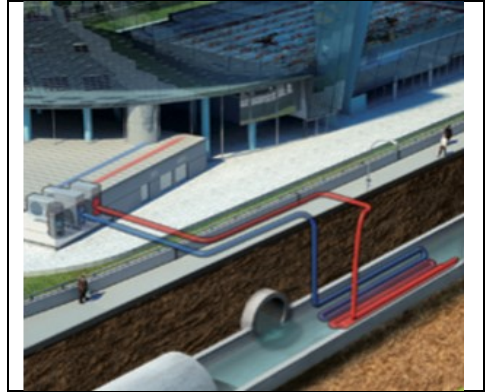

Figure 7
La caméra utilisée pour le match de hockey enregistre 24 images par seconde. Pour comprendre le mouvement du palet de hockey, et notamment retrouver sa vitesse de rotation au cours d'un tir, on positionne sur le palet une pastille rouge, dont on suit le mouvement au cours du temps grâce à la caméra, image par image, comme expliqué sur la Figure 7.
38) Sur la Figure 7, quelle est la fréquence de rotation du palet ? En déduire la vitesse de rotation.
Cette partie étudie le principe du procédé Degrés Bleus® de la société Suez. Ce procédé consiste en la récupération d'une partie de l'énergie thermique des eaux usées (véhiculées dans les collecteurs d'égouts), dont la température peut varier approximativement entre 15 et 23 °C selon le mois de l'année. Un échangeur thermique est ainsi directement placé dans les collecteurs, comme illustré figure 7. Ce système a été mis en place pour la première fois au centre aquatique de Levallois-Perret en 2010.